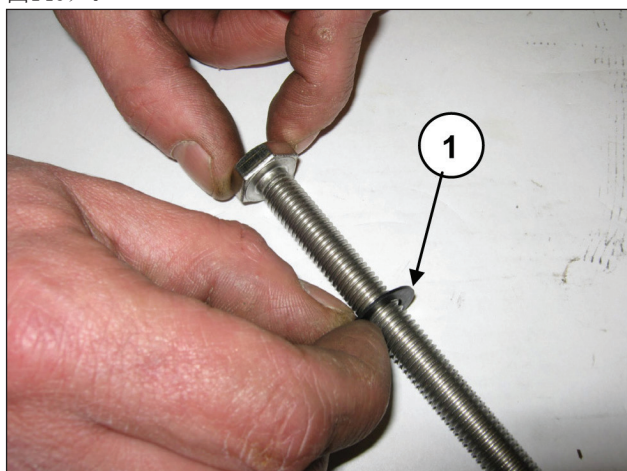

图146
将垫圈010x18x0.9插入活塞固定螺丝 (部件号①, 图146)。